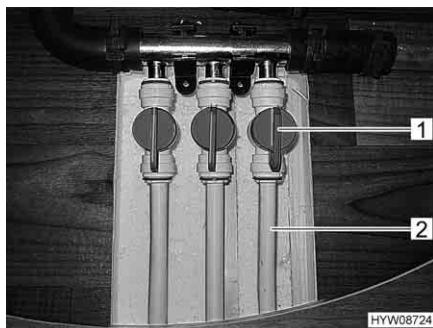

Fig. 143 Valvole di mandata (riscaldamento a pavimento)
- Regolare la maniglia (Fig. 143,1) sulla valvola di mandata della linea desiderata (Fig. 143,2) in posizione parallela rispetto alla tubatura del riscaldamento. Questa linea del riscaldamento a pavimento lavora così alla massima potenza.
- Regolare la maniglia (Fig. 143,1) sulla valvola di mandata della linea desiderata (Fig. 143,2) in una posizione qualsiasi. In questo modo la potenza del riscaldamento di questa linea può essere regolata in modo continuo.
- Regolare la maniglia (Fig. 143,1) sulla valvola di mandata della linea desiderata (Fig. 143,2) in posizione trasversale rispetto alla tubatura del riscaldamento. Questa linea del riscaldamento a pavimento ora è disinserita.